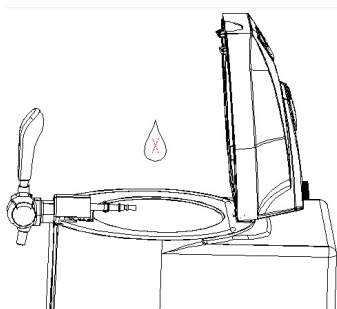
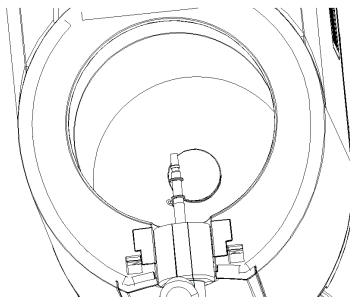

Figure 3
Figure 4
5. Ne versez jamais d'eau dans l'ouverture de l'appareil (voir Figure 3). Utilisez des chiffons secs pour éliminer l'eau de l'intérieur et de l'extérieur de l'appareil (voir Figure 4). Assurez-vous qu'il n'y a rien à l'intérieur de l'appareil car cela pourrait affecter le capteur de poids.